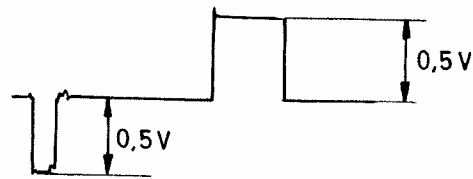

Bild 2
- 3.4.1.5 Kontrollera att synkpulsens amplitud är 0,5 V (se bild 2).